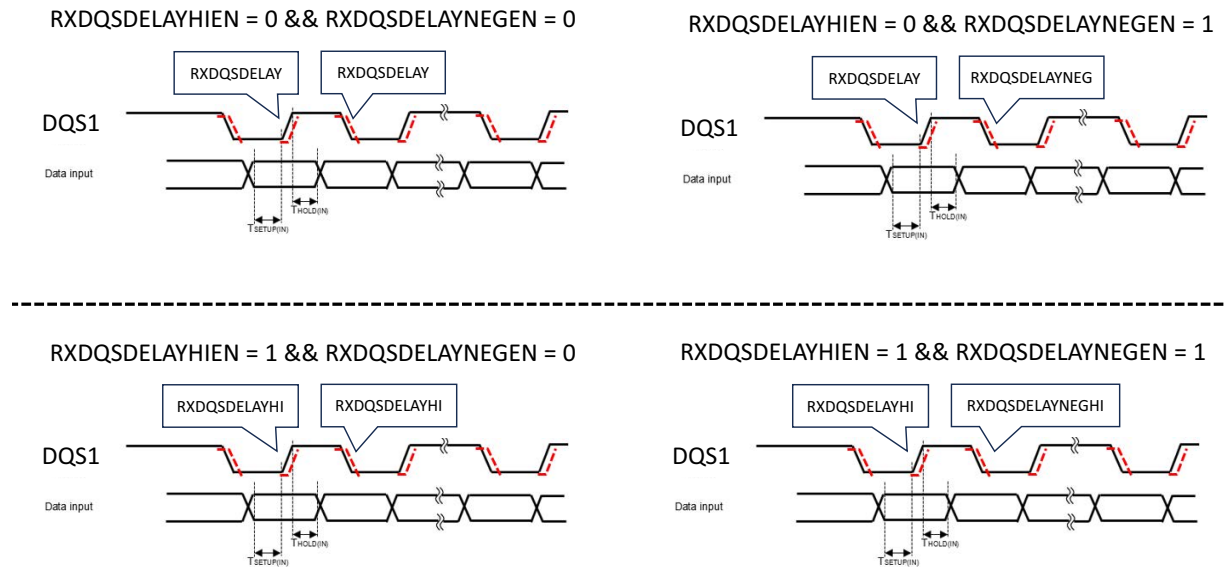

Figure 25. Hex DDR Mode with DQS - Read Delay Lines - Upper Data Byte DQS
Figure 25 shows DQS1 delay parameters in Hex DDR Mode with DQS, with respect to the upper input (RX) data byte under the following conditions: